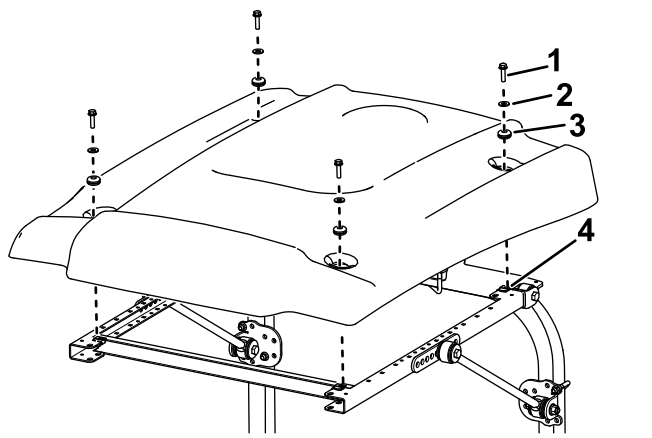

Figura 45
9. Ao alinhar os furos de montagem, posicione o toldo na estrutura como se mostra na Figura 45.
10. Monte, sem apertar completamente, cada canto do toldo na estrutura com um parafuso de cabeça flangeada (5/16 x 1 pol.), uma anilha pequena e um olhal (Figura 45).